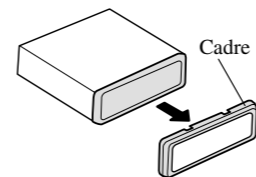

Fig. 12
**1. Enlever le cadre. (Fig. 12)**